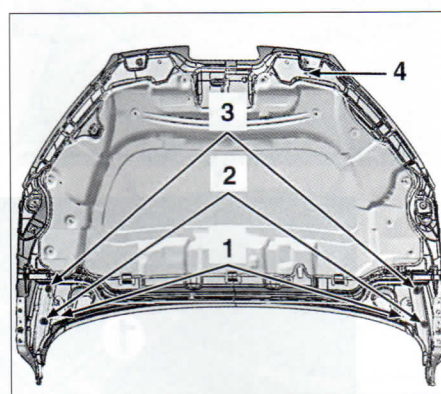

FIG. 4
Desmontar los tornillos de fijación de las tapas (1) (**fig. 4**).